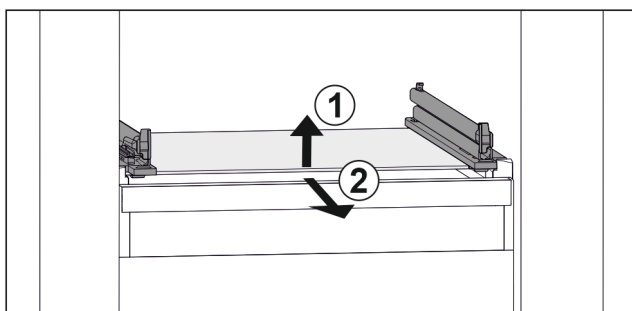

Fig. 72 Vejledende visning af glaspladen
- ▶ Løft glaspladen foran. Fig. 72 (1)
- ▶ Tag glaspladen ud fremefter. Fig. 72 (2)